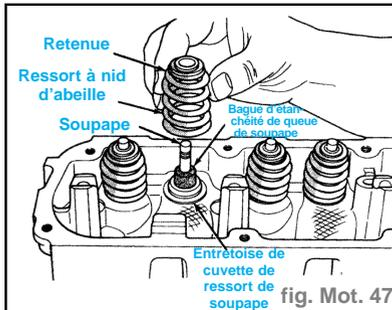

fig. Mot. 47
- Poser l'entretoise de siège de ressort sur la culasse (fig. Mot. 47).